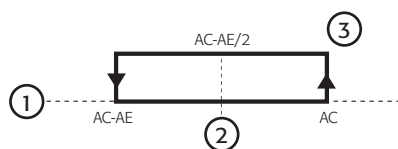

Fig. 4.I
- indica que se ha superado el límite entre Ac y AE (derivado del cálculo:  $Ac-AE/2$ , ver Fig. 4.I);
- indica que se ha sobrepasado el punto de consigna de temperatura Ac (ver Fig. 4.I);